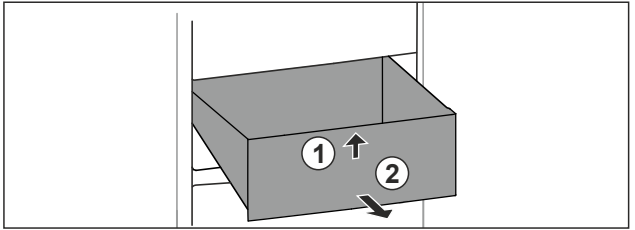

Fig. 56
► 抬起抽屉前部。Fig. 56 (1)
► 朝前取出抽屉。Fig. 56 (2)